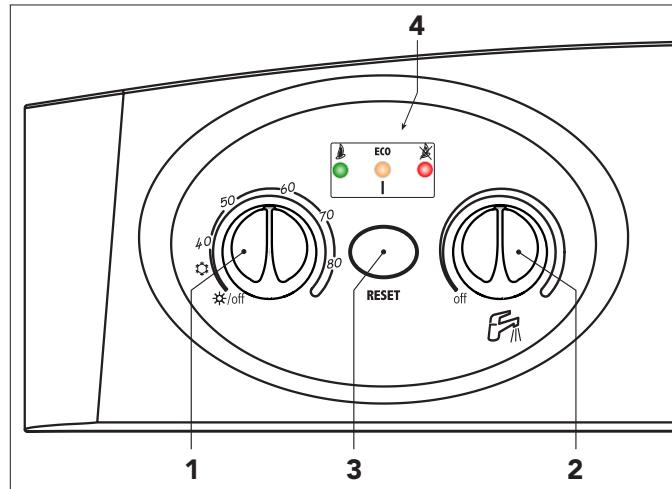

Fig. 1
Durante el funcionamiento normal, el control de diagnóstico informa sobre el estado de la caldera mediante los leds (4 - fig.1):
Girar hasta el mínimo los dos mandos (ref. 1 y 2, fig. 1).
La temperatura de ida de la calefacción se programa mediante el correspondiente mando (ref. 1 - fig. 1). La temperatura puede regularse entre 30 °C y 85 °C, pero se aconseja no hacer funcionar la caldera a menos de 45 °C. Al girar el mando se define la temperatura deseada (hacia la derecha aumenta y hacia la izquierda disminuye).
La temperatura del agua sanitaria se programa mediante el mando (ref. 2 - fig. 1).